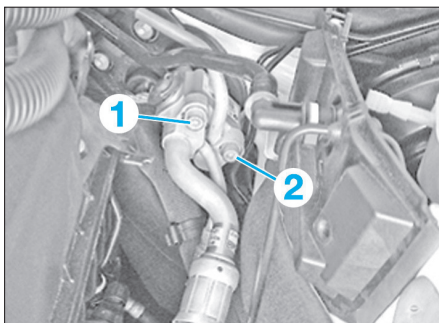

Fig. 10
- les vis (1) et (2), retirer les conduites de fluide frigorigène et les poser de côté (Fig.10).